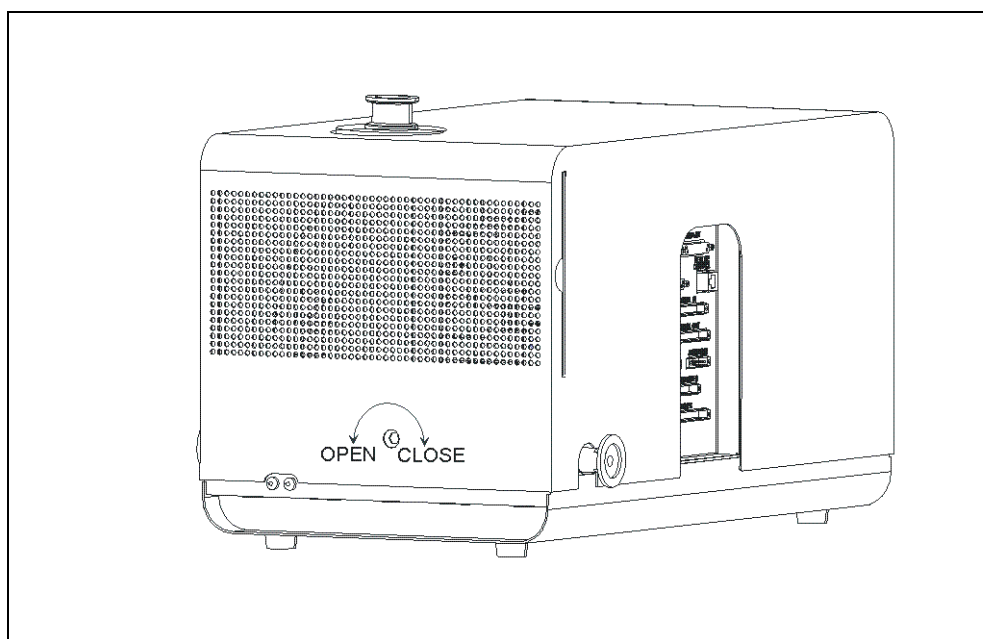

図 7-2 カバーの取り外し
- 3 六角レンチ 8 mm を使用し、デバイスのカバー両側のロック（ROTO-ROCK）を開けます。詳細は図 7-2 を参照してください。